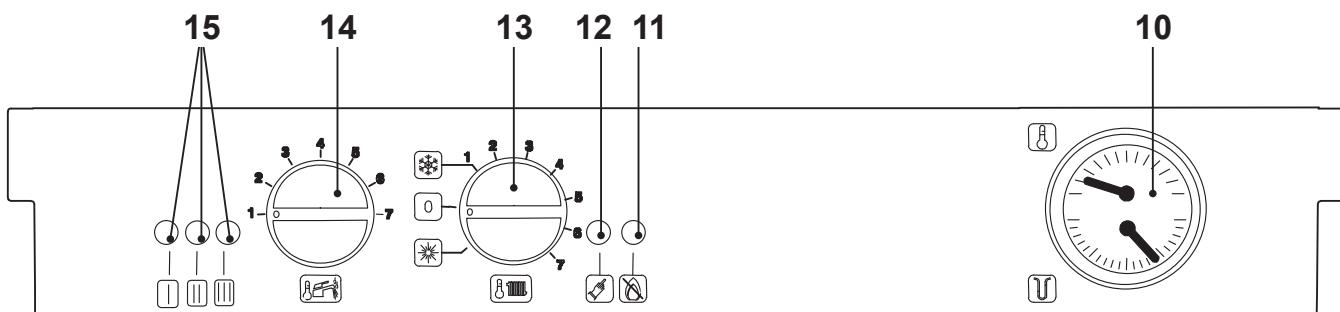

рисунок 1.3
- Включите электропитание котла. Индикатор котла 15 (рисунок 1.3) будет моргать каждые 4 секунды (состояние ожидания).
Квалифицированный монтажник посоветует Вам, как выбрать наиболее подходящую настройку для Вашей системы. Термоманометр (10 , рисунок 1.3) поможет Вам проконтролировать получение заданных температур.